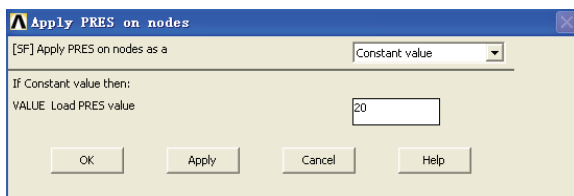

图 7-11 施加压力载荷对话框
11) 选择 Main Menu | Solution | Define Loads | Apply | Structural | Pressure | On Nodes 命令, 出现 Apply PRES on Nodes 拾取菜单, 单击 Pick All 按钮, 出现 Apply PRES on nodes 对话框, 在 [SF] Apply PRES on nodes as a 下拉菜单中选择 Constant value, 在 VALUE Load PRES value 输入栏中输入 20, 如图 7-11 所示, 单击 OK 按钮关闭该对话框。